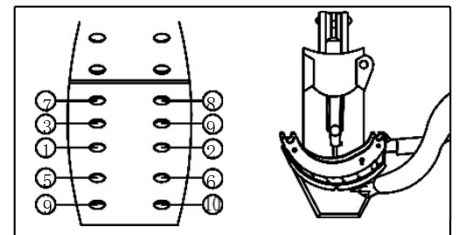

图16
- 建议用户选用HJ专用铆钉机（配备工装），铆合前应检查蹄铁是否清洁、平整完好，制动蹄片的铆合顺序如图16所示。